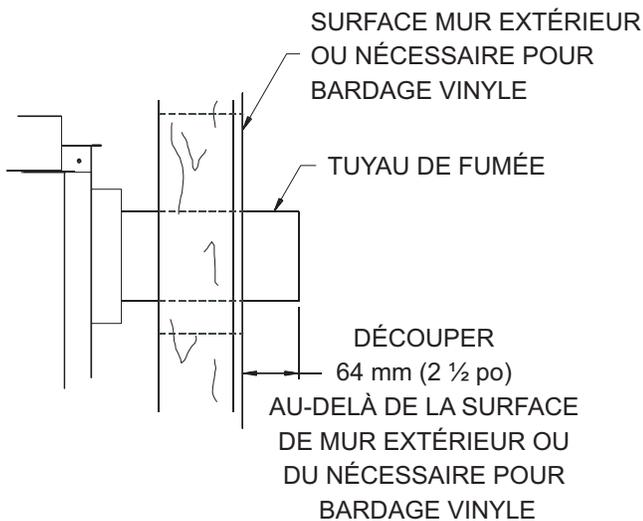
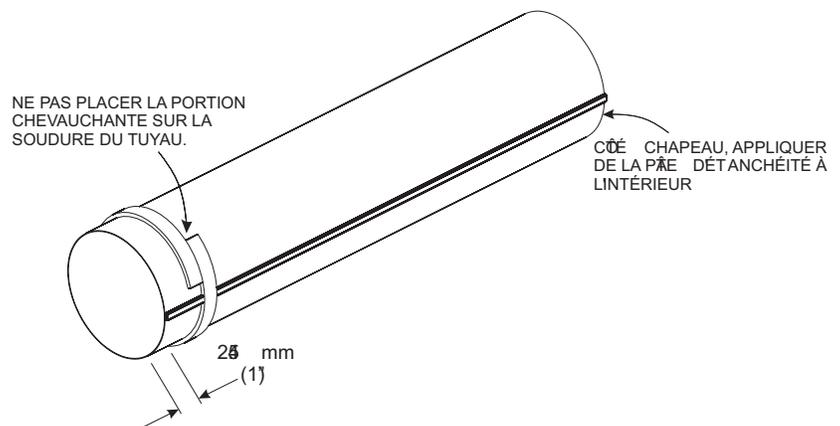

Figure 57
Figure 58
8. Fixer le tuyau de fumée de 102 mm (4 po) de diamètre au système d'évacuation rigide ou directement au foyer. S'assurer que le tuyau de fumée de 102 mm (4 po) de diamètre est placé aussi loin que possible sur le système d'évacuation rigide. Marquer le tuyau de fumée de 102 mm (4 po) de diamètre à une distance de 64 mm (2-1/2 po) au-delà du nécessaire pour bardage en vinyle ou du mur. Voir Figure 57. Extraire le tuyau de fumée de 102 mm (4 po) de diamètre du système d'évacuation rigide. Si le tuyau raccordé directement foyer, utiliser du ruban d'étanchéité.
10. Depuis l'extérieur : Enfiler le tuyau d'admission d'air de 168 mm (6-5/8 po) de diamètre avec plaque de fixation sur l'extrémité du système d'évacuation rigide jusqu'en position correcte. Attacher la plaque de fixation extérieure au nécessaire pour bardage en vinyle ou au mur avec quatre (4) vis de 10 x 1-1/2 po (veiller à avoir une pente vers le haut).
11. Depuis l'intérieur : Fixer le tuyau d'admission sur le collier au dos du foyer (ou sur le système d'évacuation rigide) avec trois (3) vis autotaraudeuses.
12. Effectuer l'étanchéité du tuyau de fumée de 102 mm (4 po) de diamètre. Suivre les instructions et le schéma (Figure 58).
14. Fixer le chapeau d'évacuation sur la plaque de fixation avec trois (3) vis de 10 x 1/2 po.
Si les tuyaux d'admission d'air et de fumée sont raccordés directement à l'appareil (sans utiliser de système d'évacuation rigide), utiliser le joint fourni pour assurer l'étanchéité du tuyau de fumée de 102 mm (4 po). Décoller le papier du joint autoadhésif et coller le joint autour de l'extrémité du tuyau (si le tuyau a été découpé, il est conseillé de le poser sur le côté coupé), comme sur la Figure 58. Toujours maintenir le joint bien tendu en l'enroulant autour du tuyau. Les extrémités du joint doivent être alignées pour assurer une étanchéité totale. NE PAS laisser la portion chevauchante venir au contact de la soudure du tuyau. Appliquer de la pâte d'étanchéité haute température à l'extrémité opposée du tuyau (sur l'intérieur du tuyau). Le côté comportant le joint se raccorde au dos de l'appareil. Passe à l'étape 13.